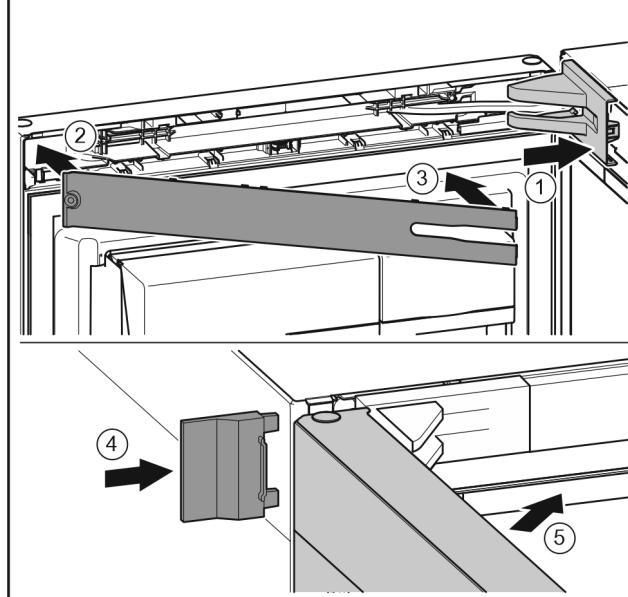

Fig. 22
- ▶ Namestite pokrov in ga zataknite, po potrebi ga previdno potisnite narazen. Fig. 22 (1)
- ▶ Namestite zaslonko. Fig. 22 (2)
- ▶ Obrnite zaslonko navznoter in jo zataknite. Fig. 22 (3)
- ▶ Potisnite zunanj pokrov gor. Fig. 22 (4)
- ▶ Zaprite zgornja vrata. Fig. 22 (5)